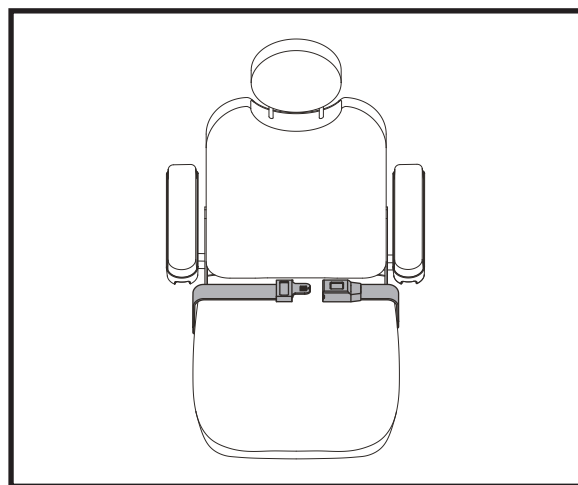

Figure 14. Ceinture de positionnement
Votre fauteuil motorisé peut être équipé d'une ceinture de positionnement réglable pour un meilleur confort. **Voir la figure 14.** La ceinture de positionnement, réglable, a été conçue pour soutenir et empêcher tout glissement vers le bas ou vers l'avant une fois assis. La ceinture de positionnement n'a pas été conçue pour être utilisée comme ceinture de sécurité.
1. Prenez place sur le siège. insérez la patte métallique d'un côté dans le boîtier de la boucle du côté opposé jusqu'à ce que le « clic » se fasse entendre. **Voir la figure 14.**